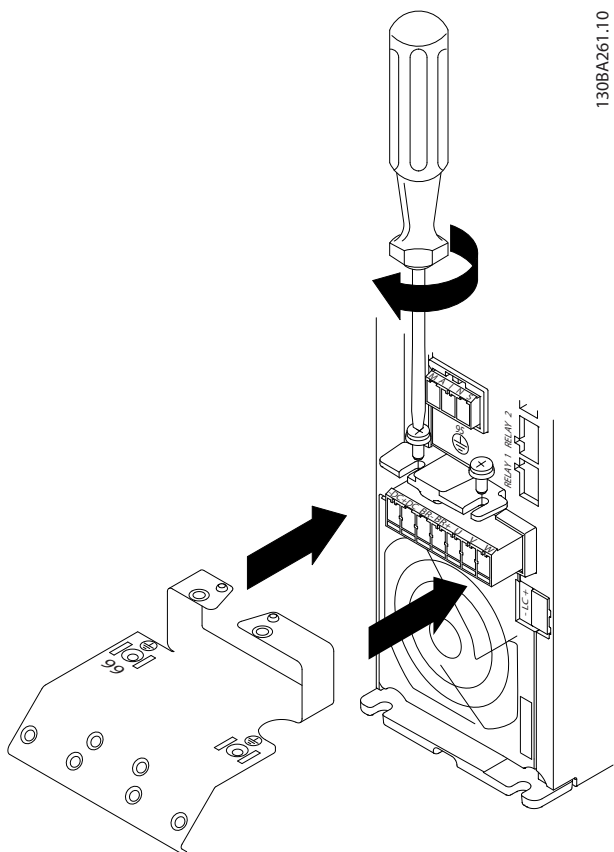

图 3.8 安装固定板
1. 将固定板滑动到位，拧紧 2 个螺钉，如图 3.8 所示。